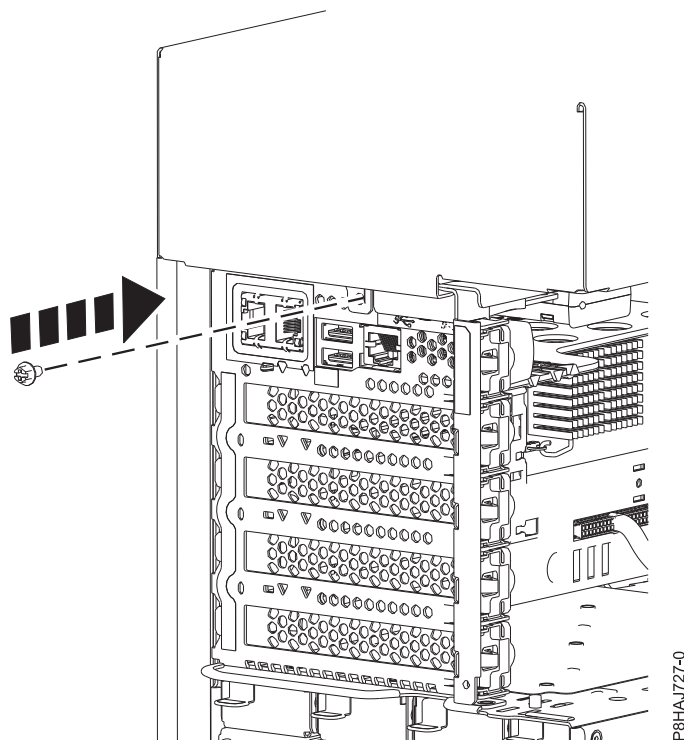

図 41. 8286-41A サイド・カバーねじの取り付け
5. プラスのねじ回しを使用して、サイド・カバー後部ねじを取り付けます (57 ページの図 41 を参照)。